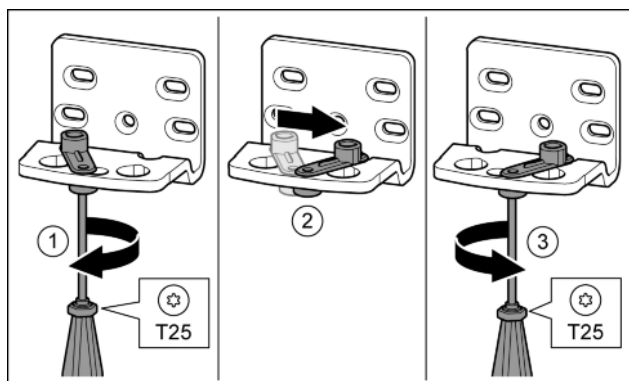

Fig. 16
- ▶ Lekko odkręcić śrubę przy pomocy śrubokręta T25. Fig. 16 (1)
- ▶ Unieść element zamka drzwi, a następnie obrócić w otworze w prawo o 90°. Fig. 16 (2)
- ▶ Śrubę przykręcić przy pomocy śrubokręta T25. Fig. 16 (3)